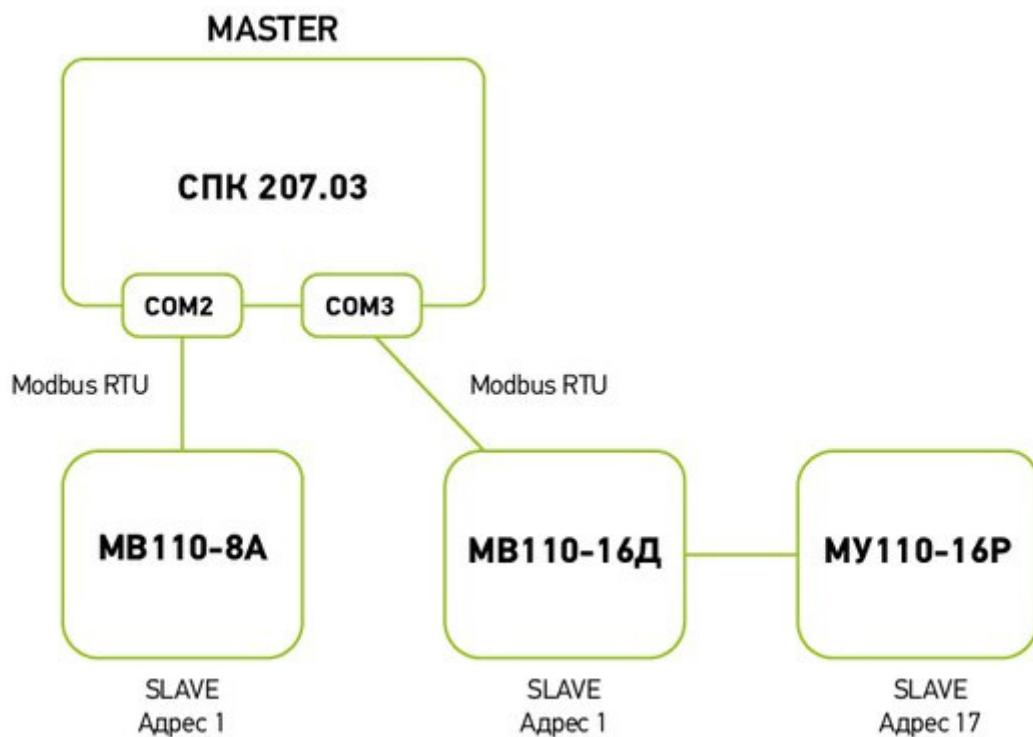

Рис. 3.16. Структурная схема примера **Шаблоны модулей Mx110**
Структурная схема примера приведена на рис. 3.16:
- Настройте модули **Mx110** с помощью программы **Конфигуратор Mx110** в соответствии с табл. 3.1. Подключите модули к СОМ-портам СПК (в соответствии с рис. 3.16).